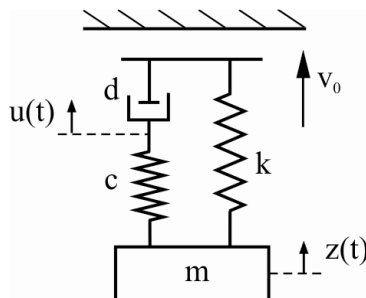

Abb. 2
- 1) Ein viskoelastischer Körper (Masse m) stößt mit einer starren Wand zusammen. Benutzen Sie für den Körper das gezeigte Ersatzmodell (Abb. 2) und stellen Sie die Bewegungsdifferentialgleichung auf. Analysieren Sie (qualitativ) das Verhalten des Systems bei typischen Frequenzen.